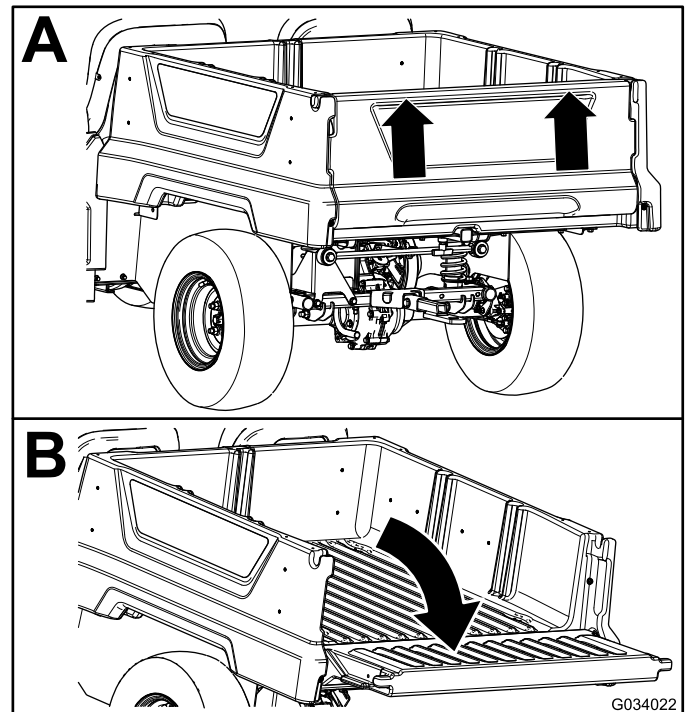

Figura 18
2. Cu ambele mâini, ridicați oblonul spate cu ajutorul marginii de lângă partea superioară a oblonului spate (Figura 18).
3. Coborâți oblonul spate până când acesta este la același nivel cu partea inferioară a platformei de încărcare (Figura 18).